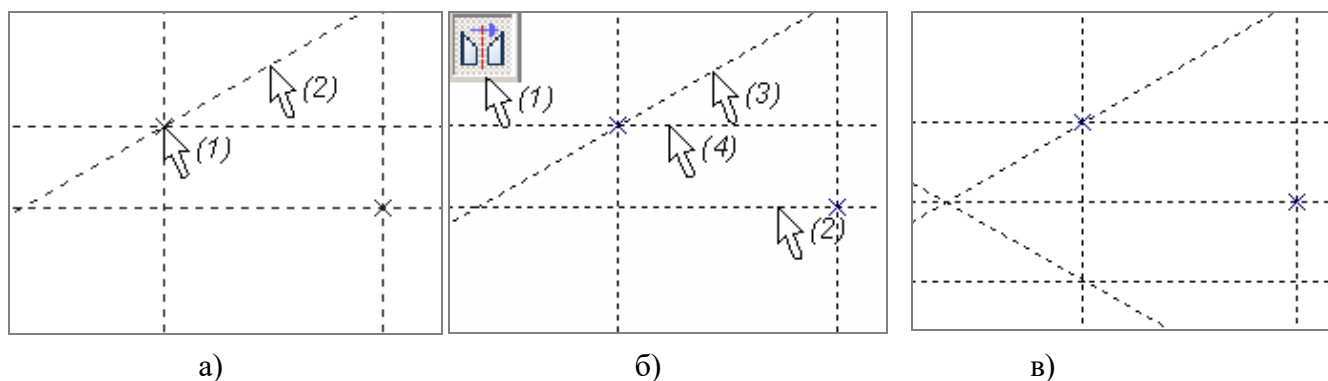

Рисунок 6 – Порядок построения наклонной и симметричных прямых
2.1.5 Постройте наклонную прямую, проходящую через узел чертежа. Порядок построения: выбрать точку пересечения перпендикулярных прямых или нужный узел чертежа (1), затем переместить курсор в нужное место экрана и нажать левую кнопку мыши (2) (рисунок 6а).
2.1.6 Постройте прямые, симметричные относительно горизонтальной базовой прямой (2) (рисунок 6б). Порядок построения: вызвать опцию «» (1), затем указать на ось симметрии (2), после этого на прямые (3) и (4), симметричные копии которых нужно создать. Результат выполнения команды – рисунок 6б).